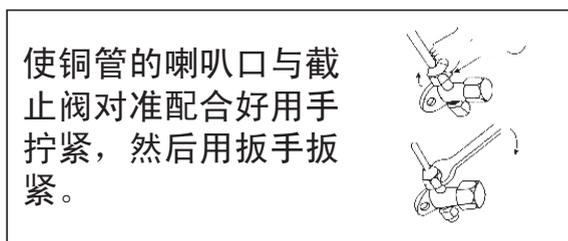

图21
- (1) 将截止阀密封帽拆开。
- (2) 在截止阀与管的喇叭口处涂少许润滑油，然后按图21所示拧紧纳嘴。
- (3) 按图21所示用扳手牢固地将纳嘴扳紧，扭矩力按表（5）规定执行。